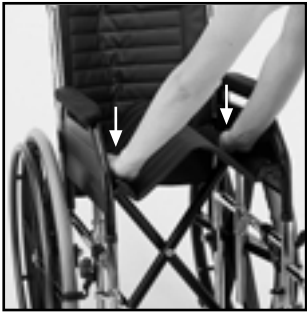

Fig. 4
1. APERTURA Y PLEGADO DE LA SILLA (Fig. 4 y 5, pag.3)